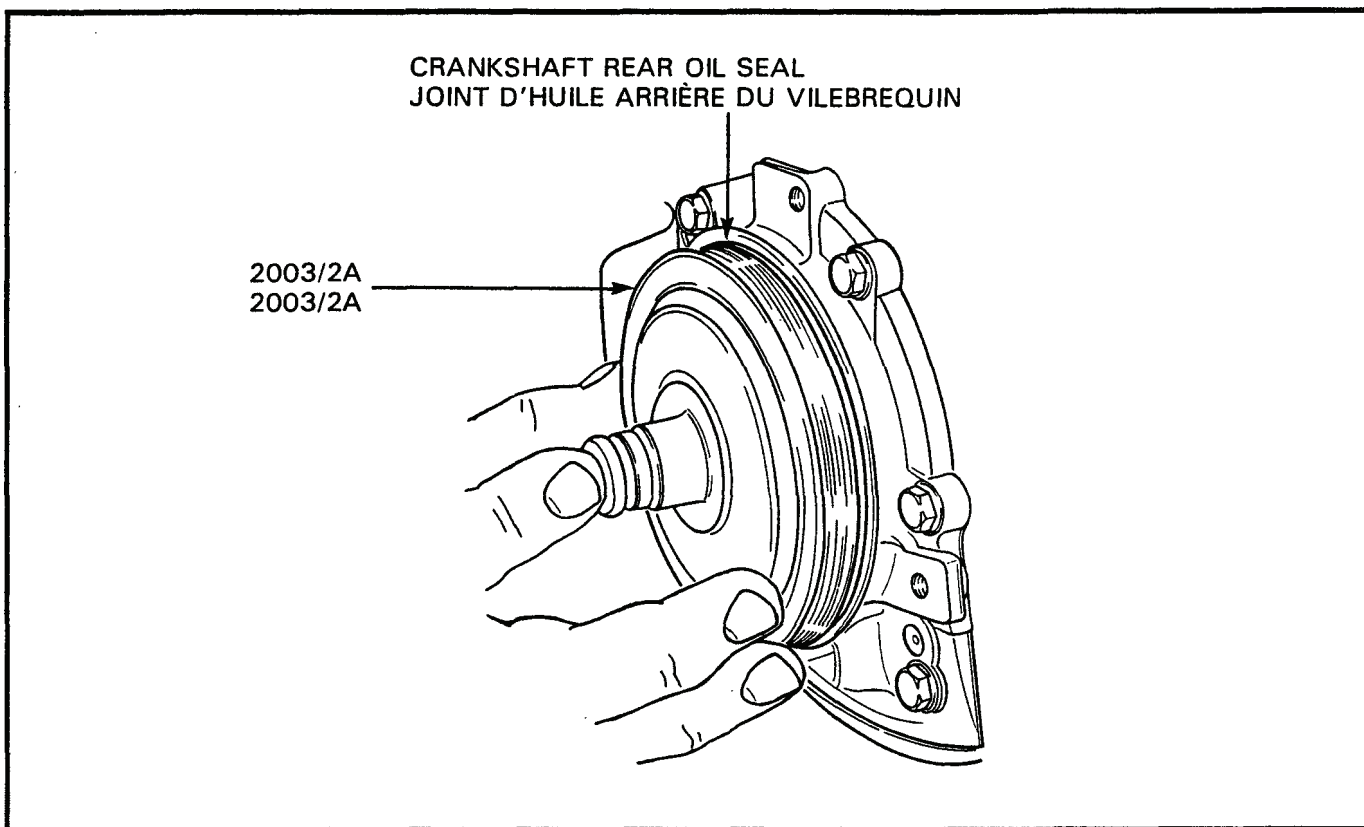

Figure 2-6-37 Installation of Crankshaft Rear Oil Seal with Tool 2003/2A
- b. Using seal installer tool 2003/2A, start the seal into the crankshaft, ensuring the lips of the seal face toward the crankshaft, see Figure 2-6-37. Tap the tool lightly to ensure the seal will enter the crankshaft in a straight line.
- b. Au moyen de l'outil d'installation pour joints d'étanchéité 2003/2A, insérer le joint dans le vilebrequin en s'assurant de placer les lèvres vers le vilebrequin, voir figure 2-6-37. Frapper légèrement sur l'outil pour s'assurer que le joint pénètre dans le vilebrequin en ligne droite.